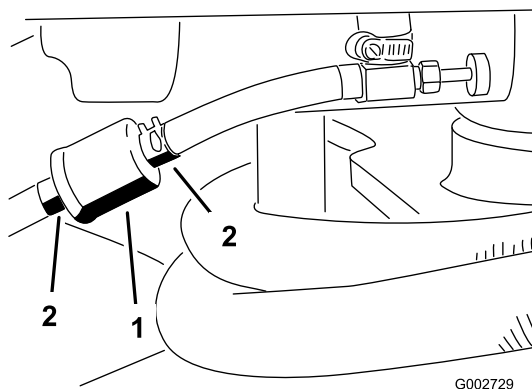

图 29
- 关闭燃油切断阀拧松滤芯化油器侧的软管夹然后从滤芯上拔下燃油管线图 29。